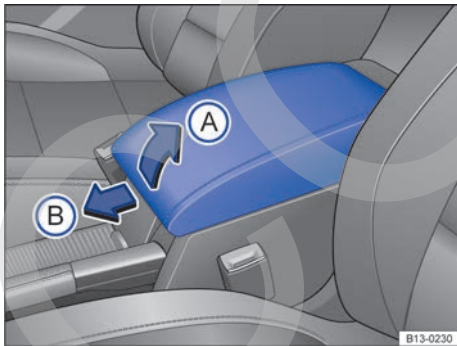

Fig. 78 Reposabrazos central delantero.
Para *levantar* el reposabrazos, tire de él hacia arriba en el sentido de la flecha → fig. 78 ① encastrado por encastrado.